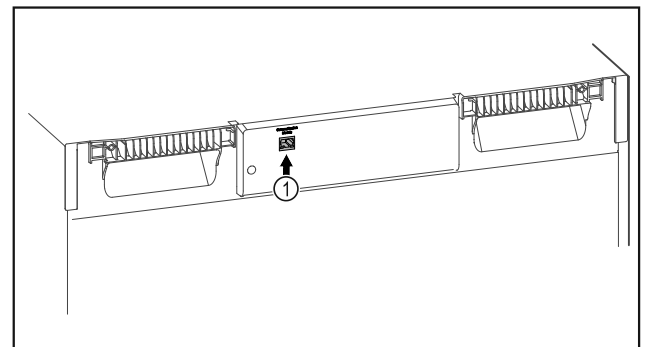

Fig. 94
- SmartModule Fig. 94 (1) je nasadený.